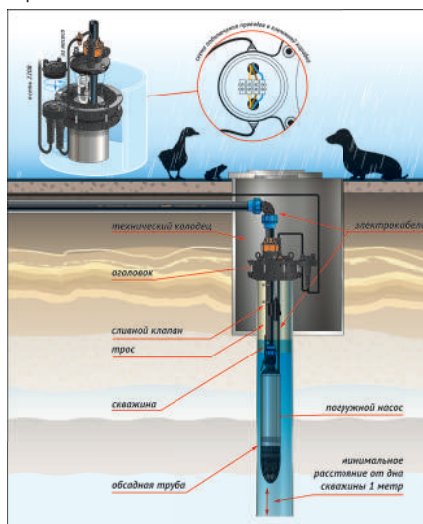

Рисунок 4
- Надеть фланец плоской поверхностью вверх и резиновое кольцо на обсадную трубу скважины. При установке оголовка модели ОСПБ 133-160/32 (40) использовать одно из двух прилагаемых резиновых колец, соответствующее диаметру конкретной обсадной трубы. В оголовках ОСПБ основание имеет отверстие со скругленными кромками для безопасного опускания насоса.
- Коммутация сетевого кабеля и электрического кабеля насоса производится по схеме (рисунок 4).
| 3. Не поступает напряжение на насос.                                | 4.1. Отсутствие напряжения в электросети.4.2. Контакты в клеммной коробке не соединены. | 4.1. Проверить напряжение в электросети.4.1. Соединить контакты в клеммной коробке ОСПБ (рисунок 4). |